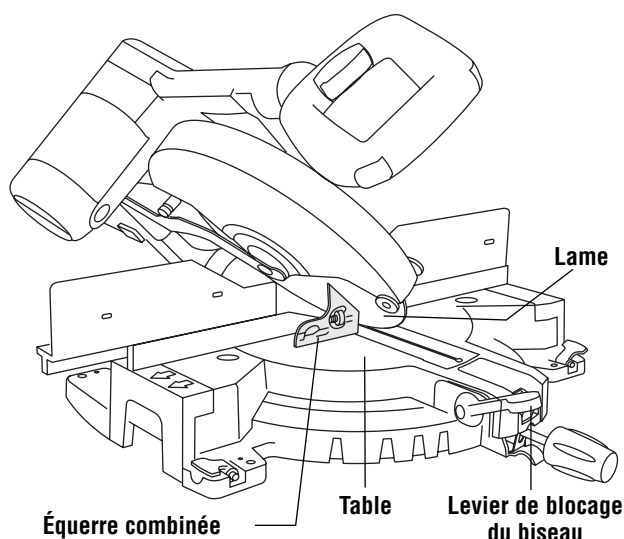

Figure 1. Contrôle de la butée d'inclinaison à 45° à gauche
6. À l'aide de la tête d'une équerre combinée (branche graduée enlevée), contrôlez la position de la lame en butée à 45°. Mettez la tête de l'équerre combinée sur la table et appuyez sa surface à 45° contre la lame. Si la lame ne touche pas l'équerre sur toute sa longueur, (Figure 1), suivez la méthode de réglage.
4. Enlevez la branche graduée de l'équerre combinée et placez cette dernière de manière à appuyer sa surface à 45° contre la lame (Figure 1).